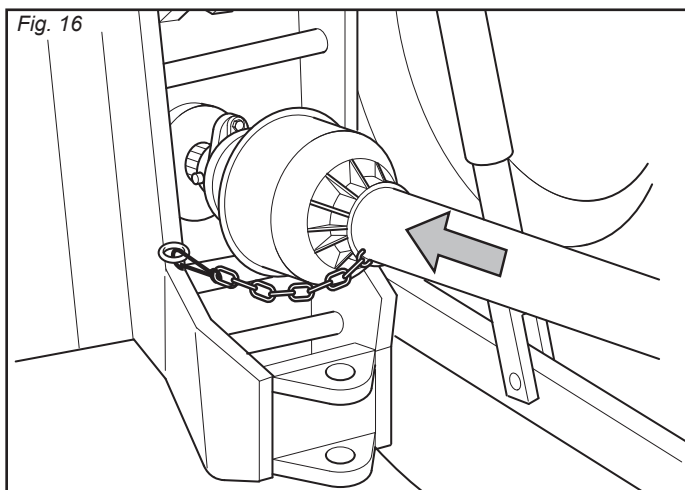

Fig. 16
- 5 - Die Gelenkwelle einstecken und sicherstellen, daß sie fest mit der Zapfwelle verbunden ist. Sicherstellen, daß der Gelenkwellenschutz sich frei verschieben kann und mit der Kette befestigen (Abb. 16).